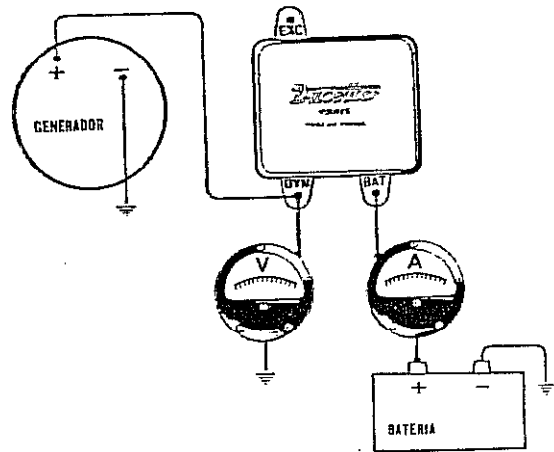

Fig. 162
- 4) Mantener el motor a una velocidad tal que el amperímetro indique 9 Amperes aproximadamente y comenzar a desacelerar el motor lentamente. La tensión de apertura del disyuntor, debe ser, como mínimo 1 Volt menor que la tensión de cierre, cuando el amperímetro indique una corriente de retorno negativa (invertir la conexión del amperímetro), de 6,5 Amperes como máximo (Fig. 162).